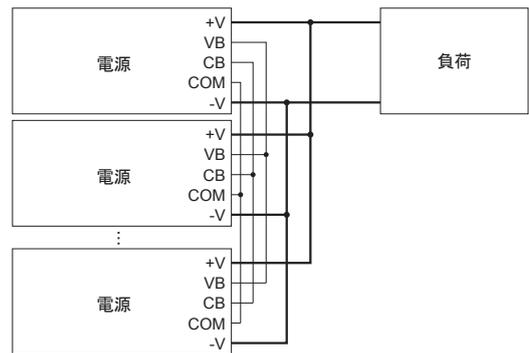

図2.2 並列運転時の接続
■図2.2の配線をする事によって、並列運転可能です。並列接続する全ての電源のCB（カレントバランス）端子、VB（ボルテージバランス）端子、COM端子どうしを接続してください。